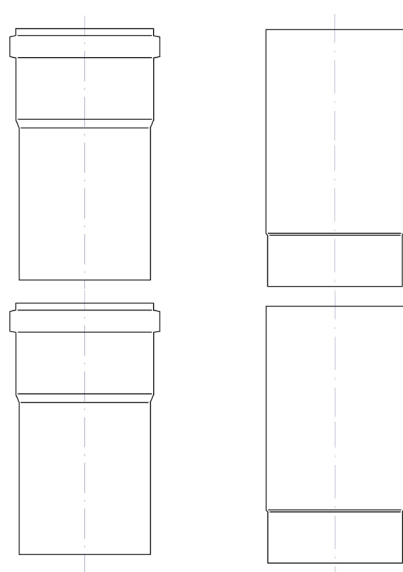

Fig.1
Il sistema NERINO MP e NERONE MN sono realizzati con giunto a bicchiere di tipo maschio/femmina su nervature autocentranti ed antischiacciamento come schematizzato in (Fig. 1). Il posizionamento della guarnizione siliconica nell'apposito alloggiamento situato all'interno del bicchiere femmina, garantisce la tenuta.
- Installare gli elementi seguendo il senso dei fumi indicato sull'elemento con un'apposita freccia, ovvero con il bicchiere interno femmina rivolto verso l'alto (Fig. 1)